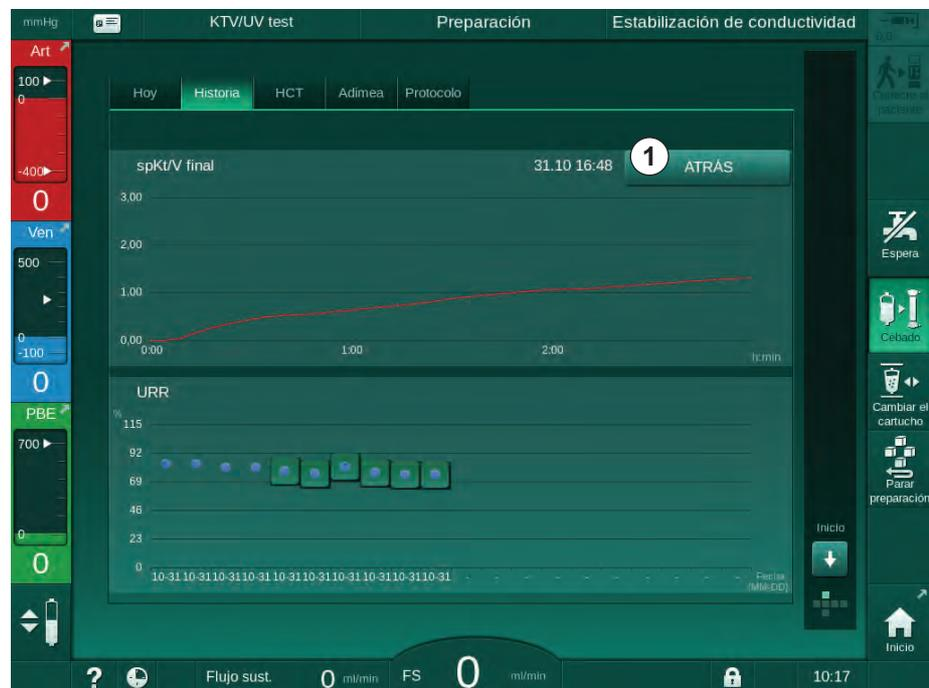

Fig. 11-15 Visualización gráfica de un parámetro seleccionado
Para las 6 última terapias finalizadas existe información más detallada. Después de pulsar el parámetro correspondiente (Fig. 11-14, ② ) para una fecha determinada, se muestra la evolución gráfica de este parámetro para el tratamiento en particular (Fig. 11-15). La resolución es 5 minutos. La visualización gráfica se cierra pulsando *Atrás* ① .